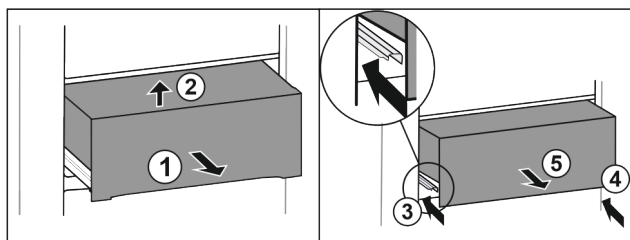

Fig. 38\*
- ▶ Wyciągnąć szufladę do połowy Fig. 38 (1).\*
- ▶ Unieść z przodu Fig. 38 (2).\*
- ▶ Wsunąć lewą szynę Fig. 38 (3).\*
- ▶ Wsunąć prawą szynę Fig. 38 (4).\*
- ▶ Wyjąć szufladę do przodu Fig. 38 (5).\*